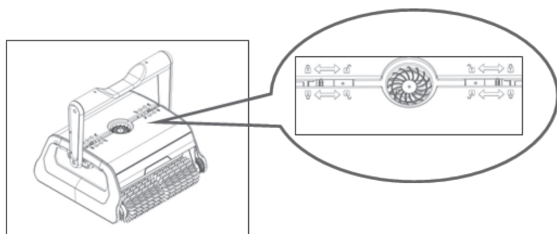

Figure 1
- Poussez les clips du capot supérieur dans la position d'ouverture du capot (voir figure 1)